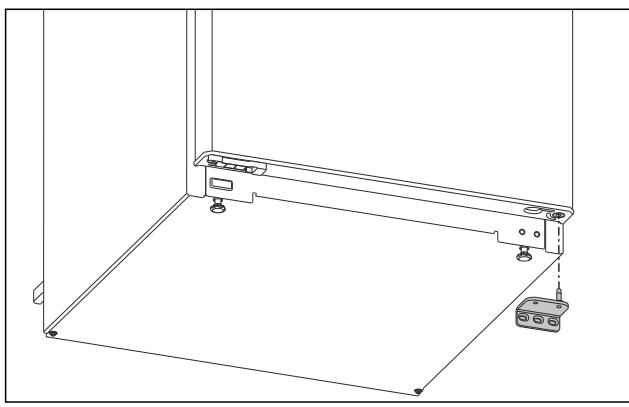

Fig. 7
- ▶ Desmontar el soporte del cojinete hacia abajo. (consulte Fig. 7)